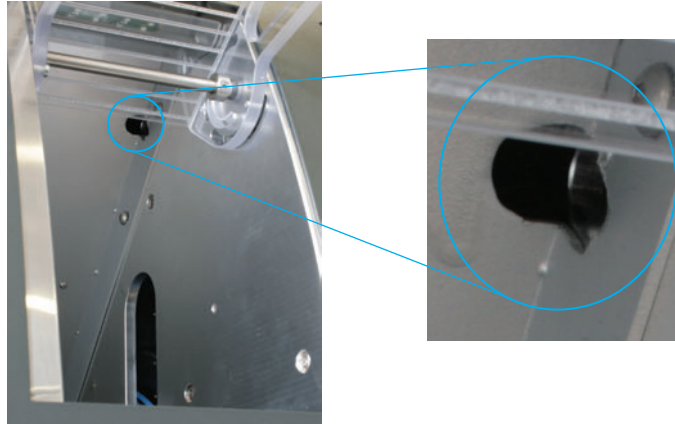

ABBILDUNG 9: ÖFFNUNG NOT-ENTRIEGELUNG
- M3.** Führen Sie den Schlüssel zur Not-Entriegelung der Arbeitsraumtür durch die Öffnung rechts von der Rohlingswechsler-LED (siehe Abbildung 9).